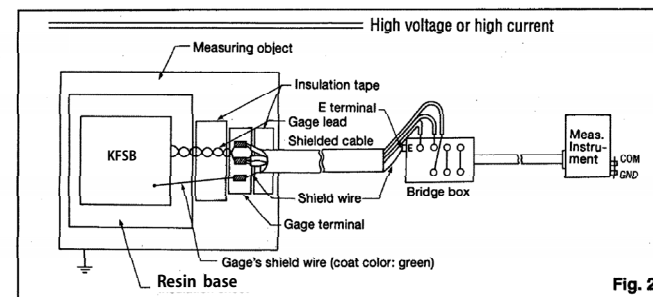

Fig. 2
- (1) Perform the same connection as in the above 4.1 item except grounding of the measuring system.
- (2) Ground the measuring system as illustrated by Fig.2 or 3.
- (3) About whether or not the COM terminal and the GND terminal on the measuring instrument should be short-circuited, check in advance to see if short-circuiting leads to lesser noise, then decide on it.
- ☞ Disconnect the GND terminal of the measuring instrument from the ground. (Fig.2)
- (1) 測定系のアースの落し方を除いて、上記 4.1 項と同様に結線してください。
- (2) 測定系のアースの落し方は図 2, 3 をご参照ください。
- (3) 測定器の COM 端子と GND 端子の短絡は、短絡の有無によるノイズの量を確認してから、ノイズの影響が少ない方を選択してください。
⇒測定器の GND 端子をアースに接続しないでください (図 2)